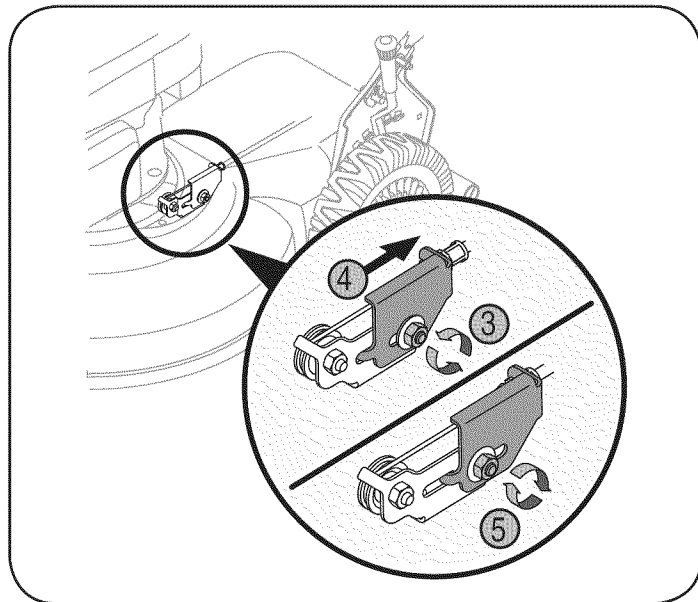

Figura 17
Puede ser necesario realizar un ajuste periódico del cable de cambios de seis velocidades debido al desgaste normal del cable. El ajuste es necesario si las seis velocidades no funcionan bien. La ménsula ajustable del cable se localiza sobre el lado izquierdo de la cortadora de césped junto al motor. Vea la Figura 17.
3. Afloje la tuerca hexagonal que sujeta la ménsula ajustable del cable. Vea la Figura 17.